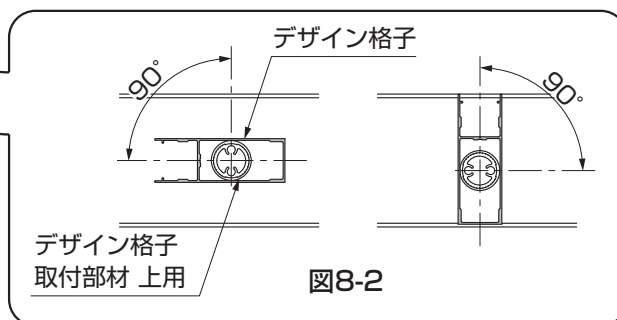

図8-2
- デザイン格子取付部材はデザイン格子の取付け角度に対して90°に取付けてください。(図8-2参照)